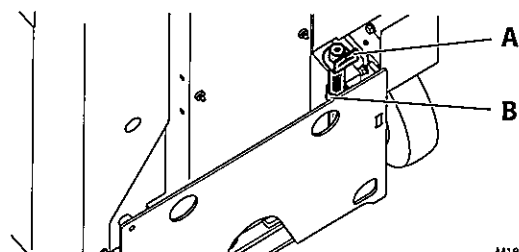

図 1-12
- ・ 安全支柱を使わないときは、安全支柱 (図 1-12, A) は必ず格納位置 (図 1-12, B) に格納してください。